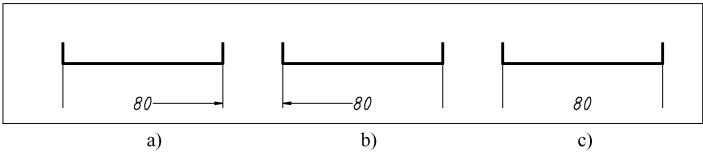

图 9-12 隐藏尺寸线示例
- “隐藏”：“尺寸线 1”和“尺寸线 2”复选框分别用于确定是否显示第一条或第二条尺寸线，如图 9-12 所示。“尺寸线 1”和“尺寸线 2”的顺序确定和尺寸的起始点与终止点位置有关，起始点为 1，终止点为 2。